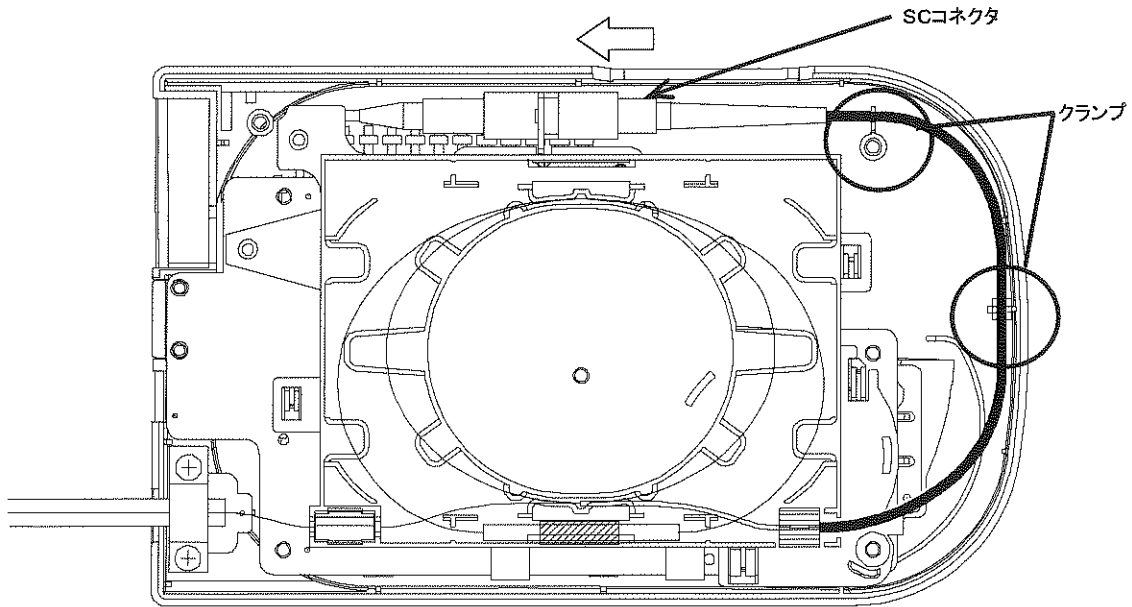

図 4-31 SCコネクタの取り付け
- ⑥ 内部接続用ケーブルの光ファイバ心線をクランプに通し、SCコネクタをSCアダプタに接続します。(図 4-31 参照) このとき、コネクタは、「カチッ」という音がするまで押し込んで下さい。